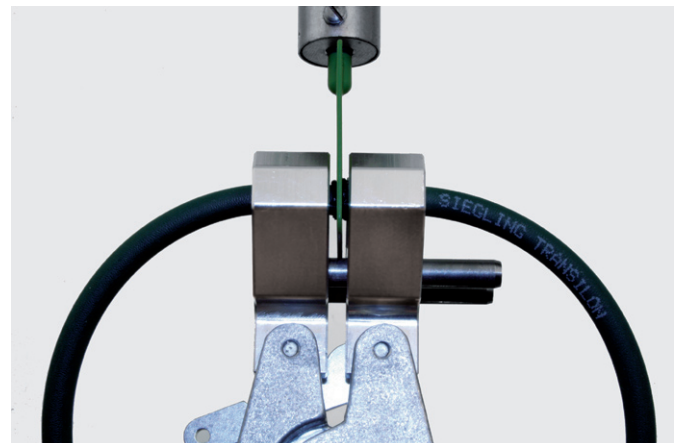

Abb. 6
- 6 **TIPP:** Das Anschmelzen kann besser beobachtet werden, wenn die Presszange gedreht wird! (Abb. 6)